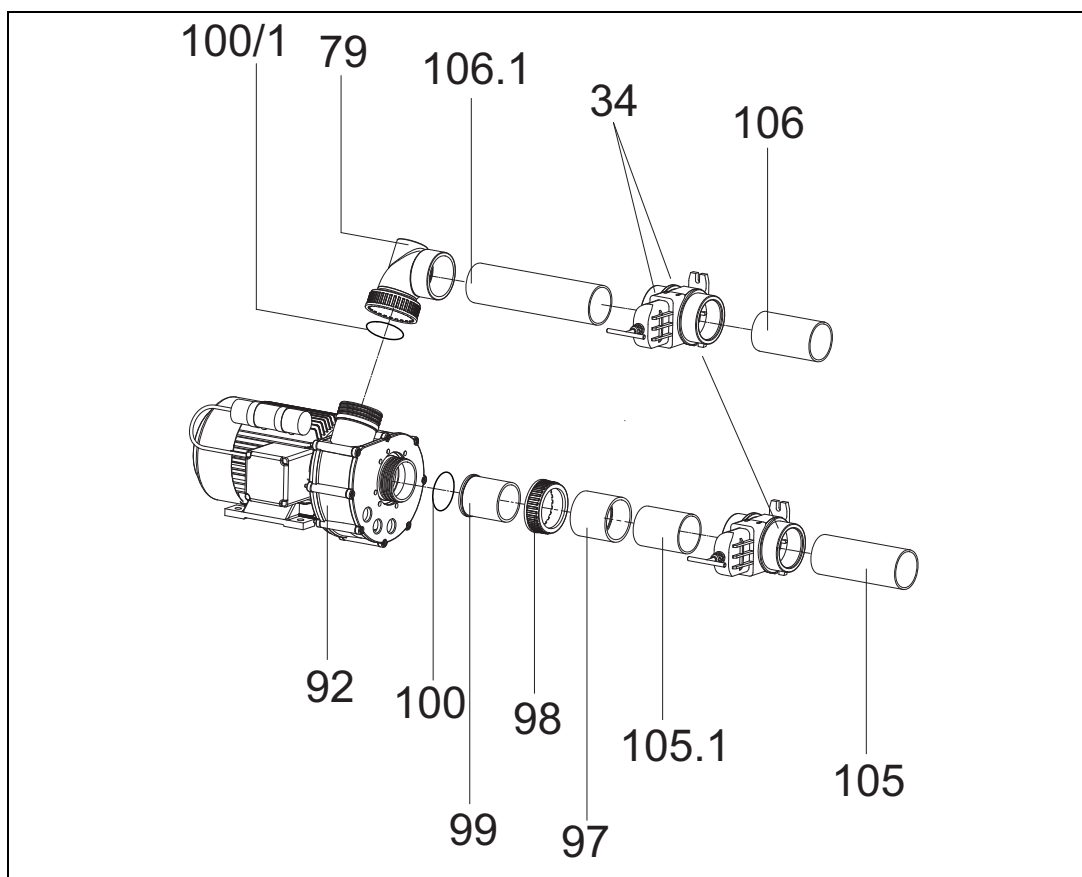

Fig. 14
13. Raccorder et coller le surpresseur (**92**) côté aspiration avec la tuyauterie d'aspiration (**105.1**), le manchon (**97**), le raccord vissé (**98; 99**) et côté refoulement avec la tuyauterie de refoulement (**106.1**), le coude réducteur spécifique (**79**) (*Fig. 14*).